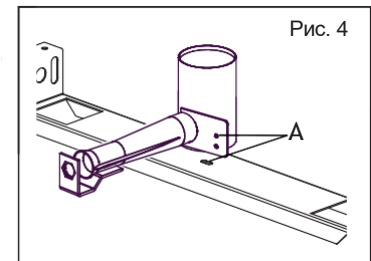

Рис. 4
- отверните винт отбора давления (рис. 4);
**Варочная поверхность 700:** отвинтите стопорную гайку на поперечине и запальной группе (рис. 4/А) / снимите горелку / установите новую горелку / затяните горелку на поперечине и запальной группе.